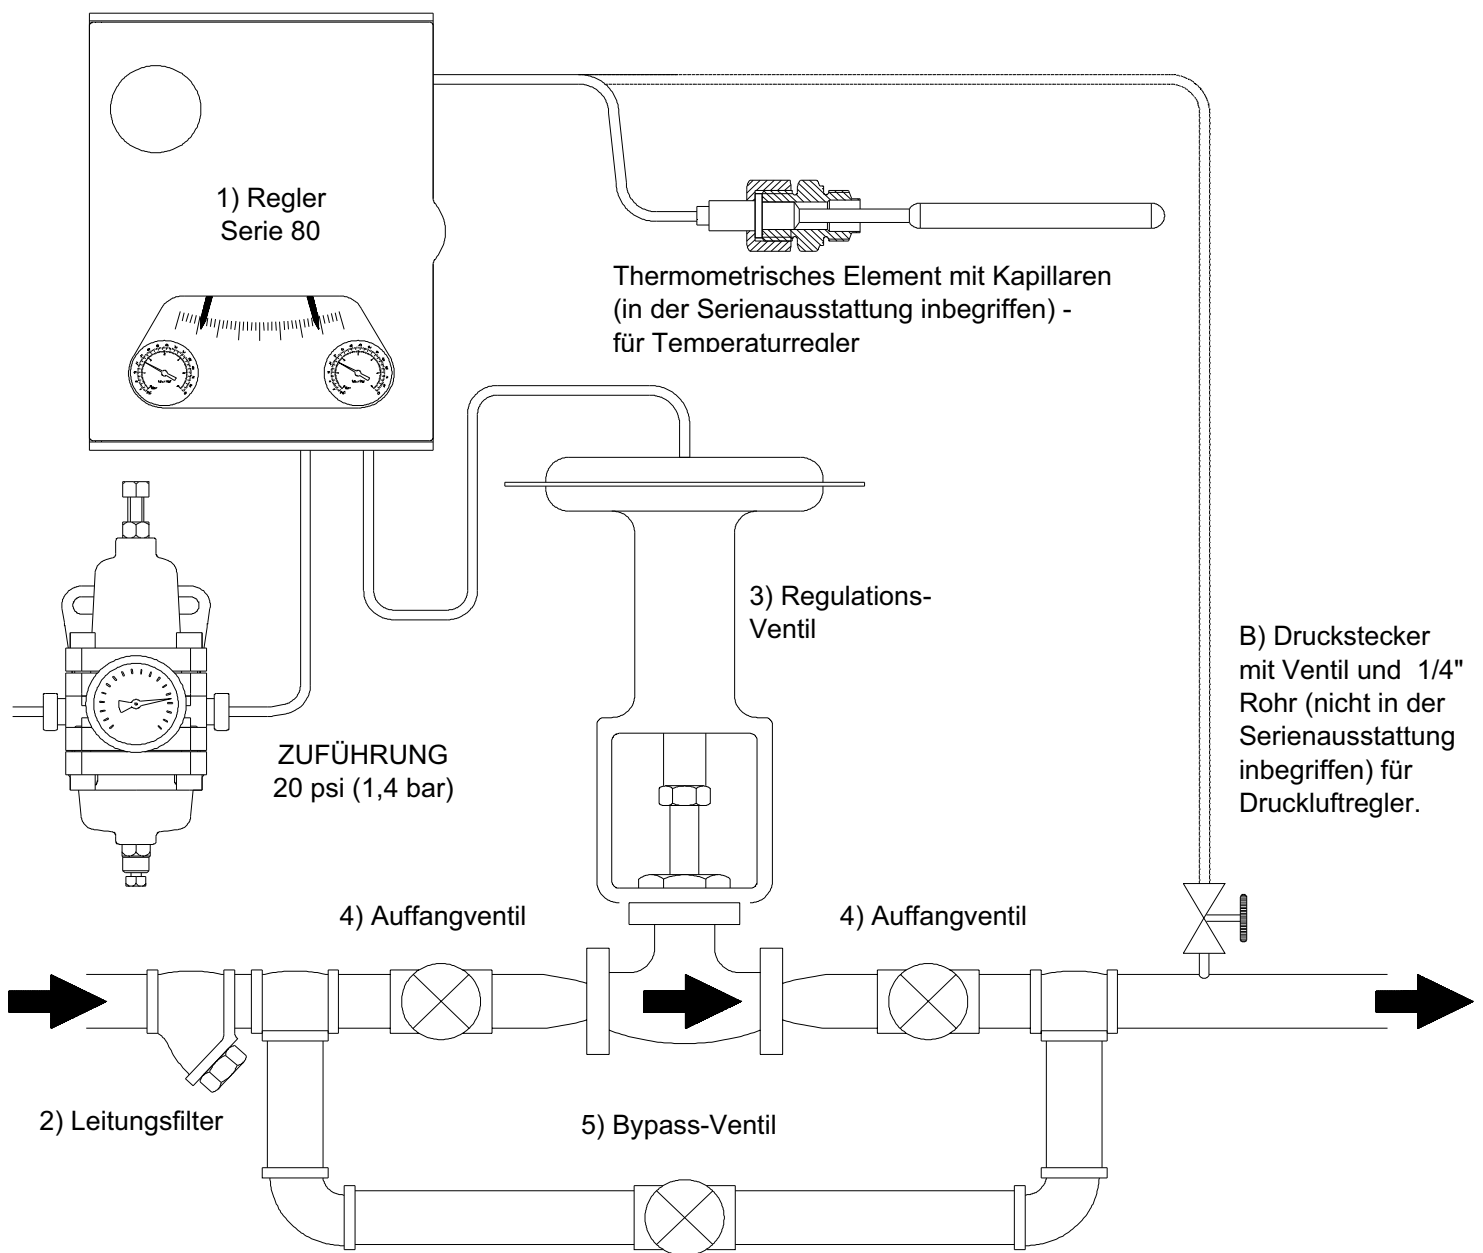

Fig. 2.2.1 "ANSCHLUSS AN DAS REGULATIONSVENTIL"
2.2. ANSCHLUSS AN DAS REGULATIONSVENTIL (Fig. 2.2.1)
C - Die Auffangventile vor und nach dem Regulationsventil ganz öffnen und vergewissern, daß das Bypass-Ventil geschlossen ist (siehe Fig. 2.2.1).
D - Wenn das Regulationsventil (3) mit Bypass-Ventil (5) ausgestattet ist, kontrollieren, daß letzteres gut geschlossen ist und daß das Auffangventil (4) stromabwärts montiert vollständig geöffnet ist (siehe Fig. 2.2.1).
E - Langsam das Auffangventil (4), welches vor dem Regulationsventil montiert ist, vollständig öffnen (4, Fig. 2.2.1).
E - Langsam das Auffangventil (4), welches vor dem Regulationsventil montiert ist, vollständig öffnen (siehe Fig. 2.2.1).
E - Wenn das Regulationsventil (3) mit Bypass-Ventil (5) ausgestattet ist, kontrollieren, daß letzteres gut geschlossen ist und daß das Auffangventil (4) stromabwärts montiert vollständig geöffnet ist (siehe Fig.2.2.1).
F - Langsam das Auffangventil (4), welches vor dem Regulationsventil montiert ist, vollständig öffnen (siehe Fig. 2.2.1).
F - Wenn das pneumatische Ventil (3) mit Bypass-Ventil (5) ausgestattet ist, kontrollieren, daß letzteres gut geschlossen ist und daß das Auffangventil (4) stromabwärts montiert vollständig geöffnet ist (siehe Fig. 2.2.1).
G - Langsam das Auffangventil (4), welches vor dem Regulationsventil montiert ist, vollständig öffnen (siehe Fig. 2.2.1).